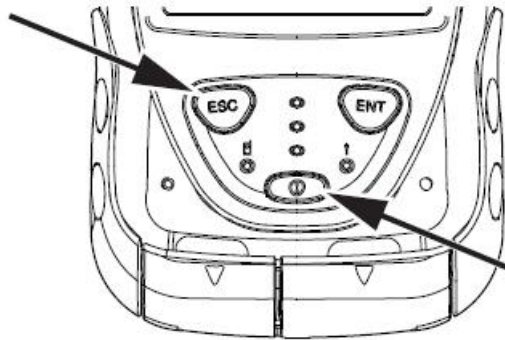

Рис. 7-3. Загрузка операционной системы
Для загрузки операционной системы(Рис. 7-3. ):
2. Одновременно нажмите и удерживайте в нажатом положении в течение не менее двух секунд следующие три кнопки: ENT, ESC и кнопку перезагрузки программного обеспечения (см. рис. 7-3). GRS-1 выключится.